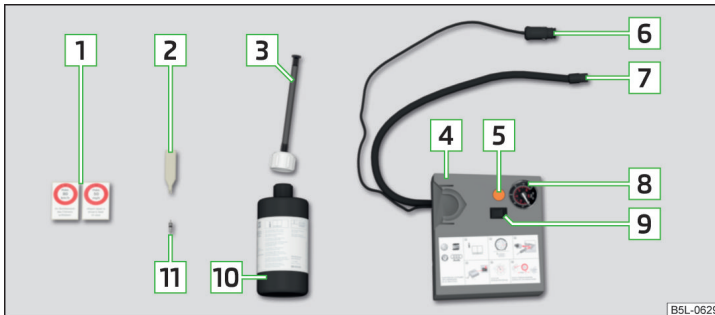

Abb. 338 Pannensetbeschreibung
- Den Ventileinsatzdreher **[2]** » **Abb. 338 auf Seite 299** auf den Ventileinsatz stecken, sodass der Ventileinsatz in den Schlitz des Ventileinsatzdrehers passt.
- › Den Reifenfüllschlauch **7** » **Abb. 338 auf Seite 299** fest auf das Reifenventil schrauben.